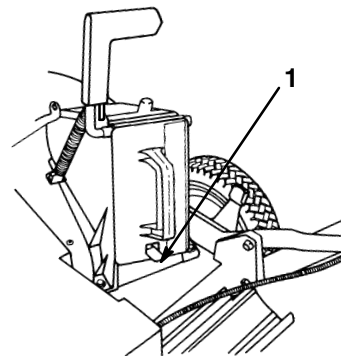

Abbildung 6
- Den Stopfen ganz hereindrücken, bis die Federklemme an der Unterseite des Stopfens einschnappt (Abb. 6).